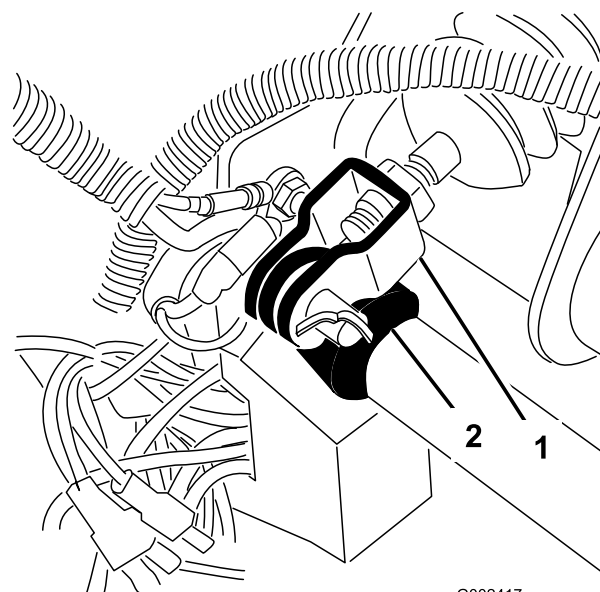

Figura 60
1. Retire o perno de gancho e o passador de forquilha que fixam a culatra do cilindro principal ao ponto de articulação do pedal de travão (Figura 60).